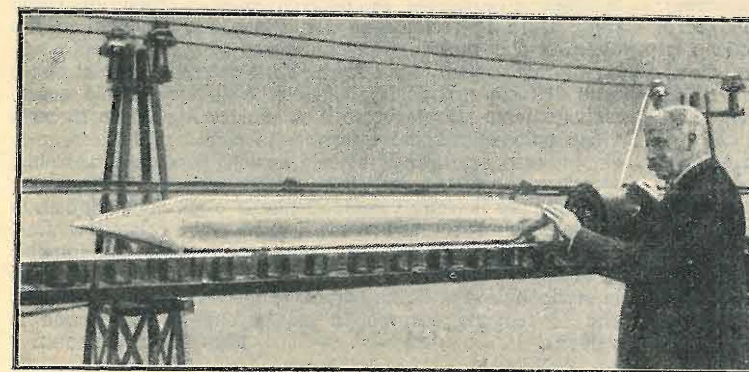

Fig. 2. — Il treno volante Bachelet: l'inventore e lo speciale veicolo a forma di sigaro.
Fig. 2. — Ascidio della foglia di *Nepenthes*. Sul fondo dell'ascidio, appositamente tagliato, si vede il liquido (F) secreto dalle ghiandole nel quale vengono digeriti gli animaletti che vi cadono dentro. - 1:2.
Il modello costruito dall'inventore per gli esperimenti del suo treno volante è costituito da un veicolo a forma di sigaro o più propriamente di dirigibile (fig. 2). Il treno Bachelet differenzia da ogni altro perché non è mosso da alcuna macchina sia elettrica, a benzina, a vapore, ecc., ma la linea è percorsa da unità isolate che procedono a breve distanza invece che a convoglio; ciascuna non fornisce la propria energia motrice per avanzare lungo la via, ma viene invece attratta dalla via stessa. Quindi nessun veicolo possiede un motore qualsiasi.